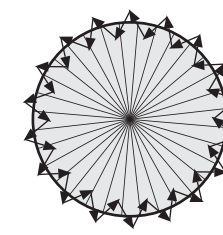

Figura 19
4.2.4 Faça o percurso de caminhada partindo de fora do campo de detecção em direção ao mesmo, até que a LED vermelha ligue por aproximadamente 2 segundos e, em seguida, o próximo disparador deverá apresentar um intervalo de 2 segundos (Veja a figura 19).